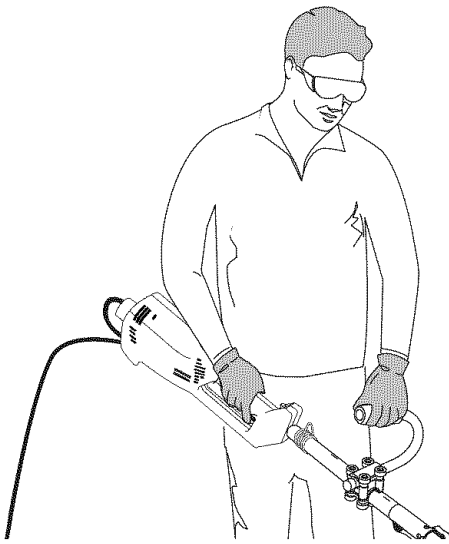

Fig. 3
6. Mientras sostiene la unidad en posición de operación (Fig. 3), coloque la manija auxiliar en el lugar que le brinde el mejor agarre.